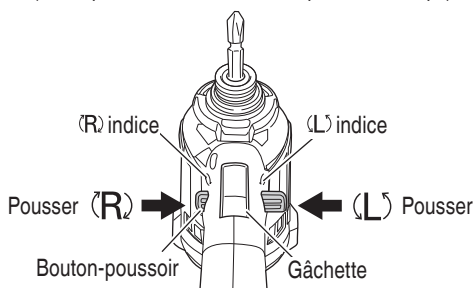

Fig. 8
La mèche tourne dans le sens horaire (vu de l'arrière) quand on appuie sur le côté R du bouton-poussoir. En appuyant sur le côté L du bouton-poussoir, la mèche tourne dans le sens anti-horaire. (Voir Fig. 8). (Les repères (L) et (R) sont marqués sur le corps).